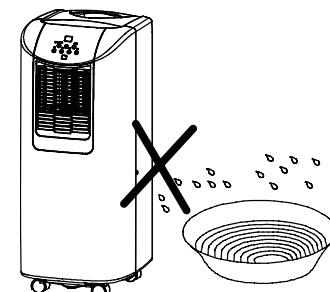

FIG. 3
- Ne pas utiliser dans des environnements humides ou mouillés (fig. 3)